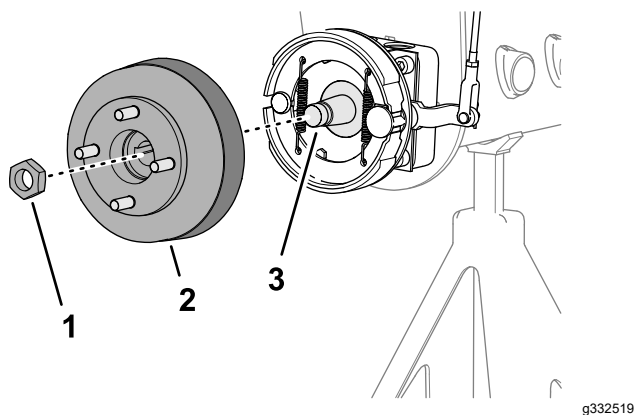
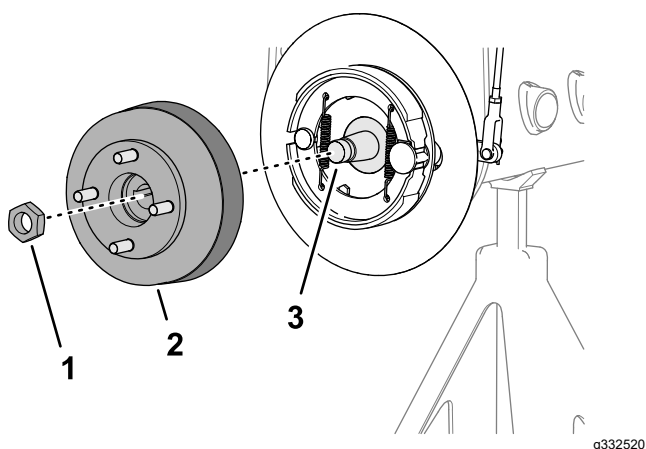

Рисунок 64
Рисунок 65
1. Отверните контргайку крепления ступицы к валу колесного мотора (Рисунок 64 или Рисунок 65).
4. Используйте указанный съемник ступицы колеса, чтобы снять ступицу колеса и тормозной барабан с вала колесного мотора (Рисунок 64 или Рисунок 65).